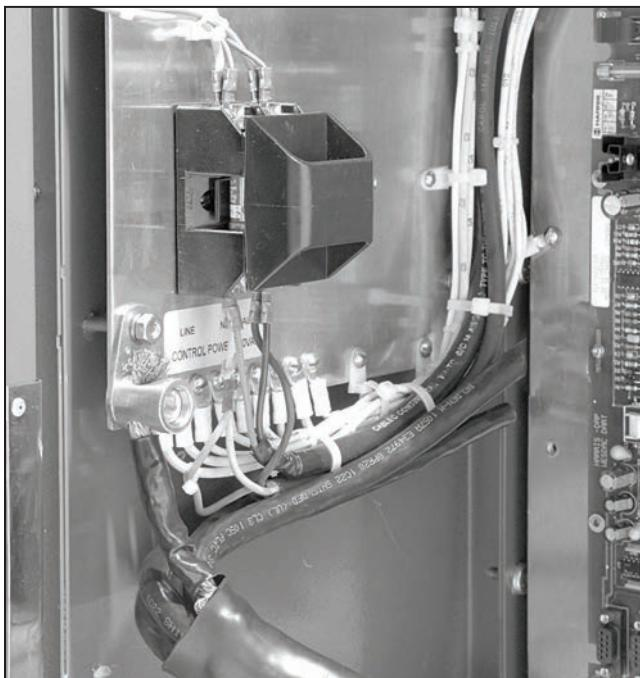

Figura 35. Bloque de fusibles.
**PASO 3.** Para conectar la línea y el neutro al bloque de fusibles. Ver la etiqueta que está abajo del mismo. Consulte la Figura 35.